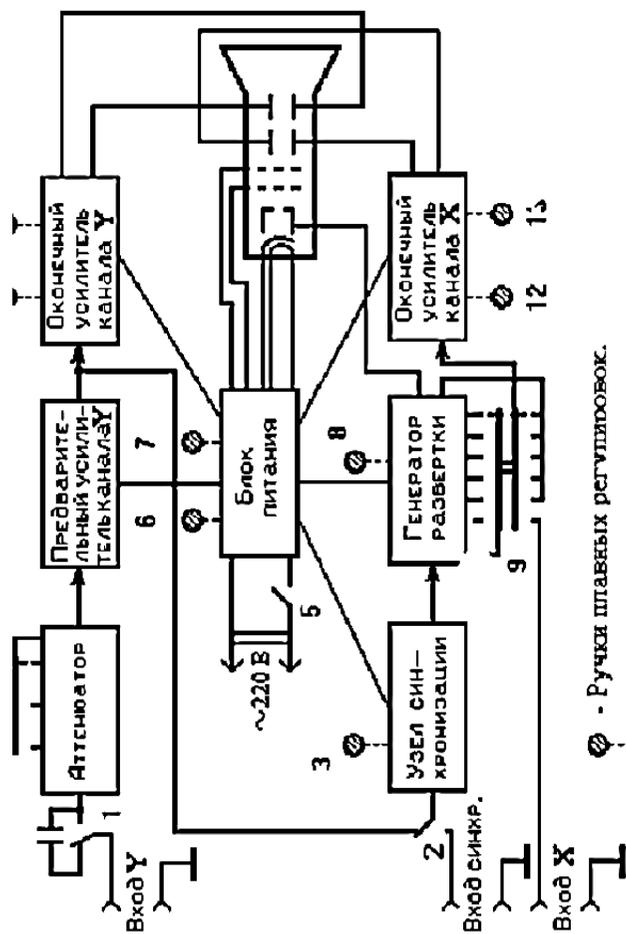

Рис. 7.3
Переключатель (9) спаренный (рис. 7.3). Во всех положениях верхней (по чертежу) секции переключателя, кроме крайнего левого, генератор вырабатывает пилообразное напряжение различной длительности. В крайнем же левом положении генератор разверток отключается, а нижняя секция переключателя (9) подключает оконечный усилитель канала горизонтального отклонения к гнездам “Вход X”. Теперь горизонтальная линия развёртки будет получаться только при подаче сигнала на указанные гнезда. Причём чувствительность этого канала меньше, чем канала вер-